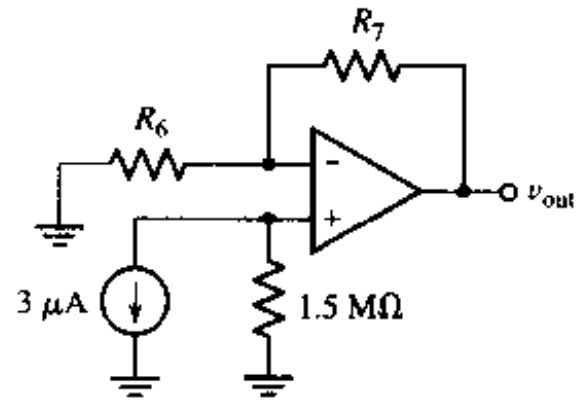

图 6.31
10. 在图 6.31 所示电路, 不使用电源变换, 给出 v_{out} 的表达式。